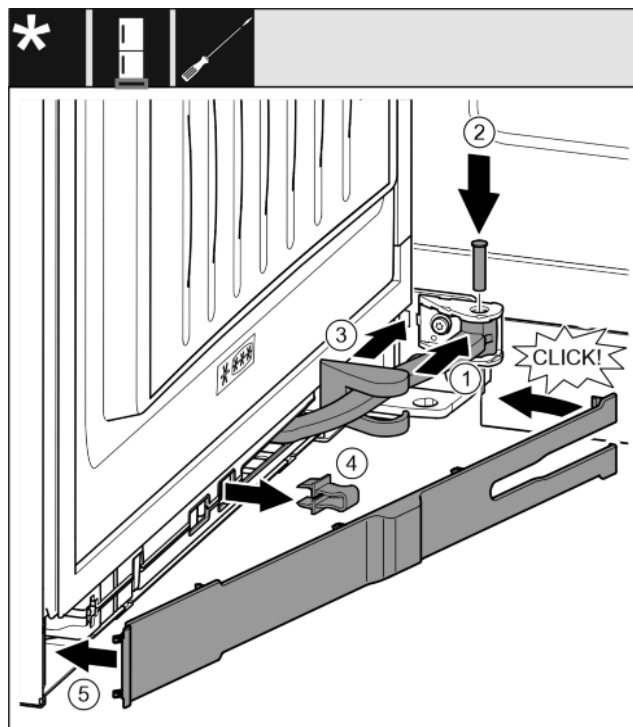

Fig. 37
- ▶ Rotiți articulația în sistemul de suspendare. Fig. 37 (1)
- ▶ Introduceți cu o șurubelniță T15 bolțul în sistemul de suspendare și articulație. Urmăriți ca respectiva camă de cuplare să fie așezată corect în canelură. Fig. 37 (2)
- ▶ Împingeți capacul suportului de lagăr de-a lungul articulației și montați-l deasupra sistemului de suspendare. Fig. 37 (3)
- ▶ Detașați siguranța. Fig. 37 (4)
- ▶ Așezați și rabatați în interior masca pe partea mânerului. Fig. 37 (5)